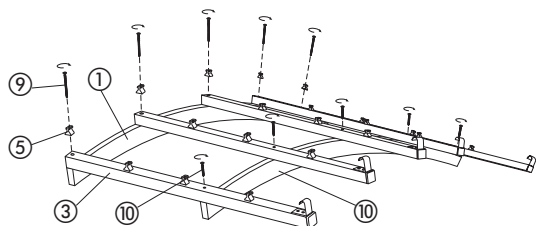

Рис. 4
- a) При помощи винтов ⑩ прикручиваем рейки ③ к дуге ② (Рис.4).
- b) При помощи винтов ⑨ вместе с верхней защёлкой ⑤ прикручиваем рейки ③ к околостенной дуге ① (Рис. 4).
- Za pomocą wkrętów ⑩ przykręcamy łą ③ do łuku ② (Rys. 4).
- Za pomocą wkrętów 3,5x55 ⑨ wraz z zatrzaskiem górnym ⑤ przykręcamy łą ③ do łuku przyściennego ① (Rys. 4).